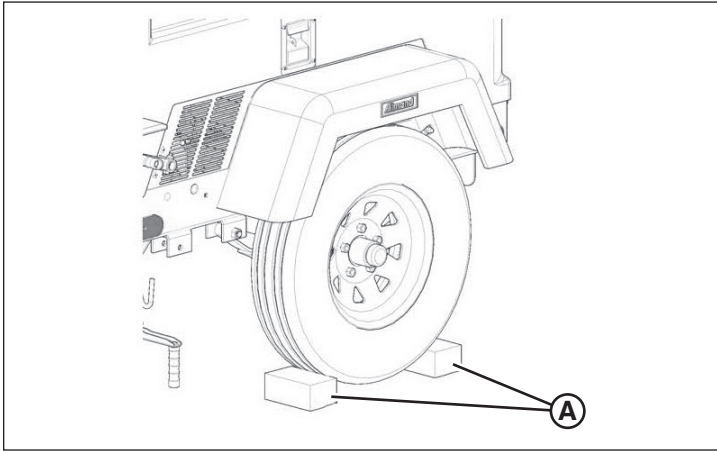

Figure 16
2. Bloquer chaque roue sur chaque côté avec une cale de roue appropriée (A, Figure 16).